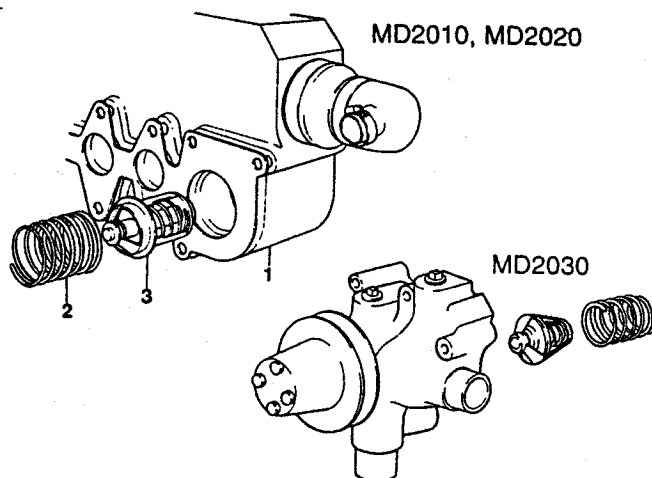

Fig. 35 Pose de thermostat (MD2010, MD2020, MD2030) et du vase d'expansion
- MD2030 : Positionner la pompe de circulation ainsi que le thermostat et le ressort (voir la figure 35).